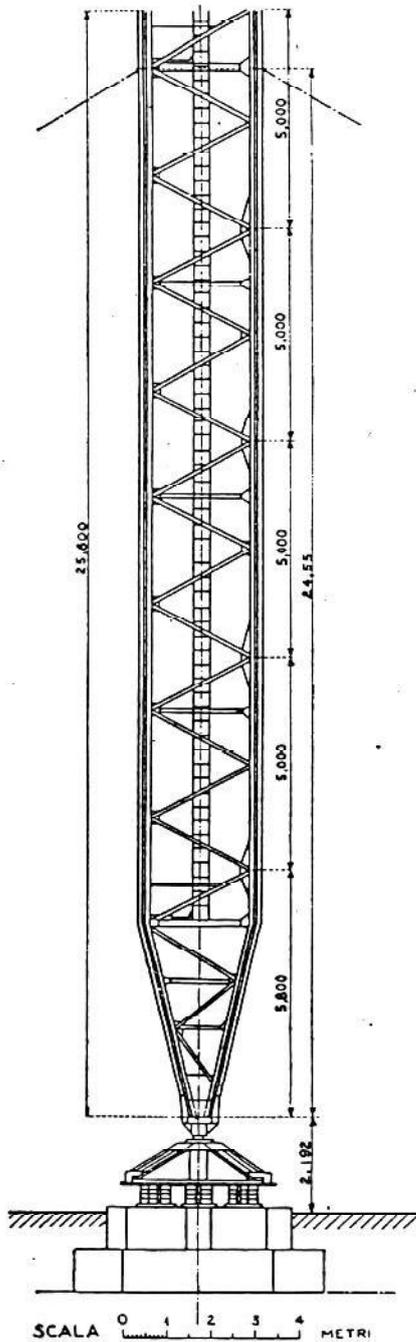
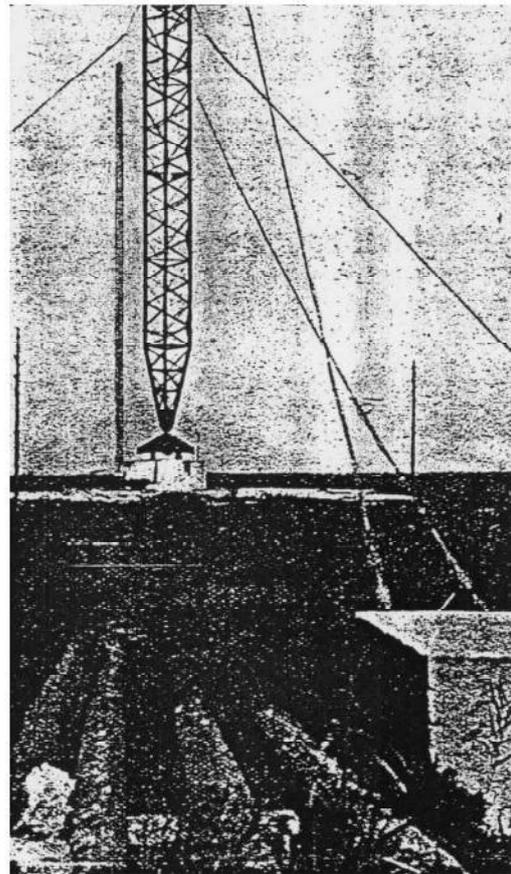

Fig. 19. — Basamento, treppiede, cerniera e tronco inferiore di traliccio
Fig. 20. — Tratto inferiore del pilone N. 4 e pilone N. 2.
<p>Trasmittitore: del tipo Meissner a una valvola (R.T.2) - Tensione anodica 120 V.; filam. 4,5 V.</p> <p>Ricevitore: a tre valvole: 1 rivelatrice in reazione, tipo R.R.A.F.; 2 amplificatrici in B.F. tipo R.R.B.F. Tensione anodica 60 V.; filamenti 4,5 V.</p> <p>Suddivisione: 3 rotoli (fig. 35, 8); 1 rotano apparati (fig. 15) - 1 rotano pile (fig. 19) - 1 aereo a telaio (fig. 10) - event. 1 rotolo tenda fig. 13.</p> <p>Autonomia: 30 giorni in semplice; 15 ad interruzione (8 ore di funzionamento al giorno).</p> <p>Taratura: controllo isonda con quarzi atuttivi (3).</p> <p>Portata: Km. 8-10 nelle condizioni più favorevoli.</p>	<p>Trasmittitore: del tipo Meissner a una valvola (R.T.3) - Tensione anodica 300 V.; filam. 4,5 V.</p> <p>Ricevitore: a tre valvole: 1 rivelatrice in reazione, tipo R.R.A.F.; 2 amplificatrici in B.F. tipo R.R.B.F. - Tensione anodica 60 V. filamenti 4,5 V.</p> <p>Suddivisione: 5 rotoli (fig. 76); 1 aereo a telaio (fig. 2) - 1 rotano apparati (fig. 15) - 1 rotano pile filamenti (fig. 19) - 2 rotano pile anodiche, uat. (fig. 20) - event. 1 rotolo tenda (fig. 19,5).</p> <p>Autonomia: 30 giorni in semplice (8 ore di funz. al giorno) 15 giorni a interruzione.</p> <p>Taratura: controllo isonda con quarzi luminosi (4) oppure con quarzi atuttivi (4) solo nei tipi meno retenti.</p> <p>Portata: 20-25 Km. nelle condizioni più favorevoli.</p>
È da ritenersi che, ove non si incontrassero eccessive difficoltà tecniche ad effettuare un isolamento veramente buono della base dei piloni, esso sarebbe più conveniente che non la messa a terra diretta, ma che questa sia invece assai preferibile ad un isolamento imperfetto e mutevole con le condizioni atmosferiche. Il treppiede (figure 19, 20 e 21), che porta il perno sferico, può essere poggiato su tre gruppi composti ciascuno da quattro colonne di isolatori di porcellana del tipo a cilindro schiacciato e leggermente rigonfio (a forma di formaggio). Ogni colonna deve comprendere quattro di tali isolatori, separati da dischi di materiale plastico, quale il piombo o meglio (secondo i risultati delle prove effettuate e indipendentemente dalla questione della durata) il legno santo. Nell'attesa di avere una serie di isolatori provati meccanicamente in modo del tutto sicuro ed in ogni caso per non cimentarli durante il lavoro di montaggio, si misero inizialmente in opera, in luogo dei gruppi di quattro colonne di isolatori, altrettanti blocchi di granito di eguale altezza. Sono previsti appositi martinetti per sollevare di poco il treppiede ed eseguire la sostituzione degli isolatori ai blocchi di granito, i quali hanno dimostrato di non dare un isolamento elettrico abbastanza elevato e di richiedere quindi la connessione alla terra dei piloni. In queste condizioni l'altezza di radiazione, misurata sull'onda di m 10 750, è risultata di 165 m.